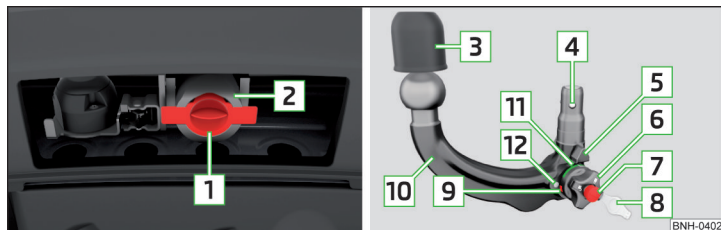

Fig. 220 Soporte del dispositivo de remolque / barra de cabeza esférica
**Soporte del dispositivo de remolque y barra de cabeza esférica » fig. 220**